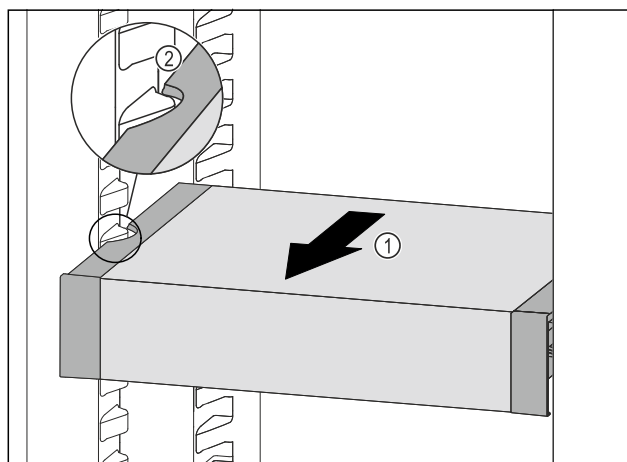

Fig. 88
- ▶ VarioSafe pociągnąć w przód Fig. 88 (1), aż boczne wycięcia szuflady VarioSafe będą się znajdować na wysokości żeber pojemnika w chłodziarce. Fig. 88 (2)